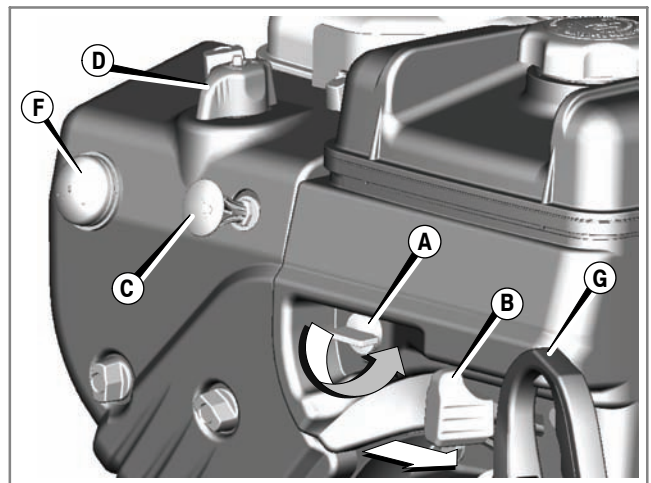

Figure 7
Mettre le levier de commande d'accélérateur (B), si l'appareil en est équipé, sur la position FAST  (Figure 7). Faire toujours fonctionner le moteur avec le levier de commande d'accélérateur sur FAST.
4. Mettre le robinet d'essence (A), s'il existe, sur la position ON (Figure 7).
5. Enfoncer la clé de sécurité (C).
6. Tourner le bouton du starter (D) sur la position  CHOKE.
7. Enfoncer la poire d'amorçage (F) deux fois. Voir Figure 7.
- Démarreur par lanceur:** prendre solidement en main la poignée du lanceur (**E**, Figure 7). Tirer lentement sur la corde jusqu'à sentir une résistance, puis tirer rapidement.